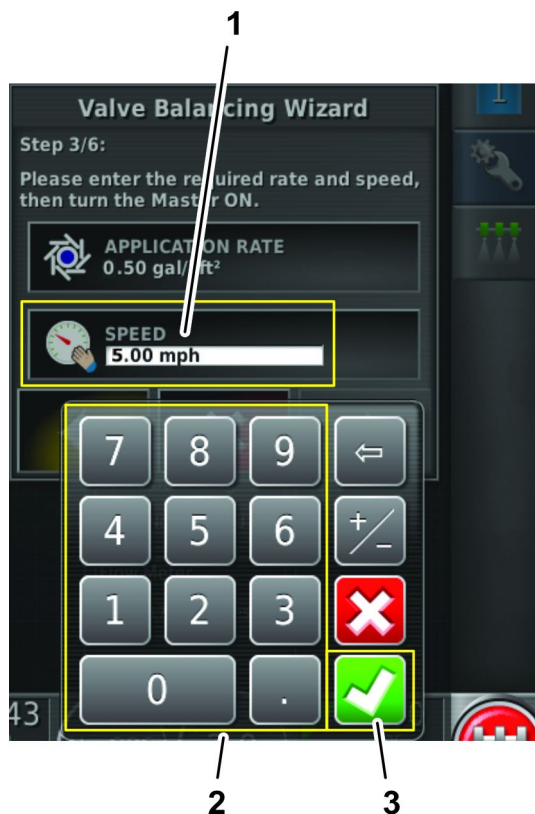

Figure 51
7. Avec le pavé numérique, saisissez la vitesse de déplacement du pulvérisateur recherchée, puis appuyez sur l'icône de confirmation (Figure 51).